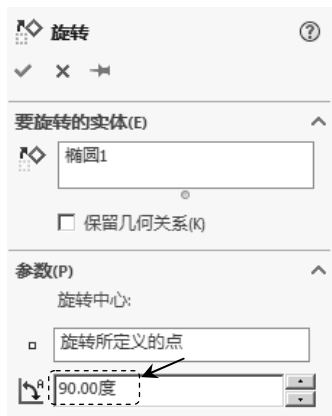

图 4.7.30 “旋转”对话框
Step3. 选择命令。选择下拉菜单 **工具(T)** → **草图工具(T)** →  **旋转(R)...** 命令（或在“草图”工具栏中单击  按钮），系统弹出如图 4.7.30 所示的“旋转”对话框。